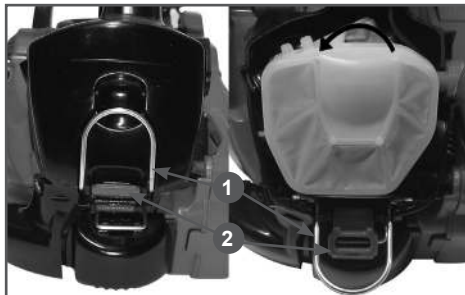

Рис. 22 Обслуживание воздушного фильтра
1. Отогните вниз скобу 1 (Рис. 22)
2. Отогните вниз защелку 2 и снимите крышку воздушного фильтра (Рис. 22)